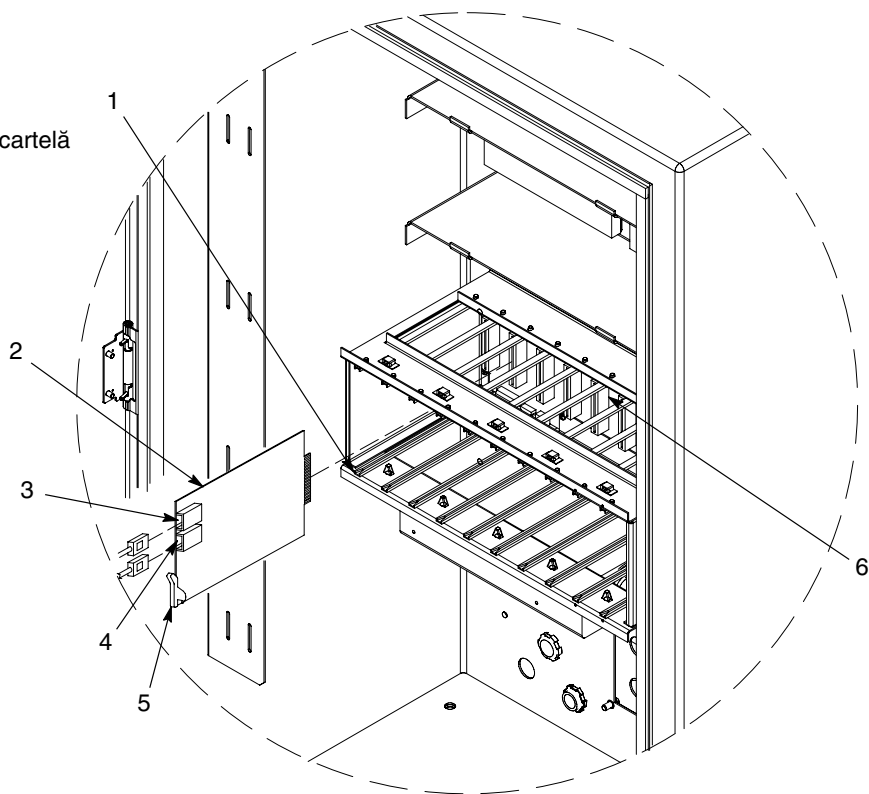

Figura 5-2 Înlocuirea cartelei pentru comanda pistolului
A se vedea Figura 5-2. Cartelele pentru comanda pistolului (2) sunt montate în cușca pentru card de la stânga la dreapta. Fiecare cartelă comandă două pistoale: priza inferioară este pentru pistolul cu număr impar; priza superioară pentru pistolul cu număr par.